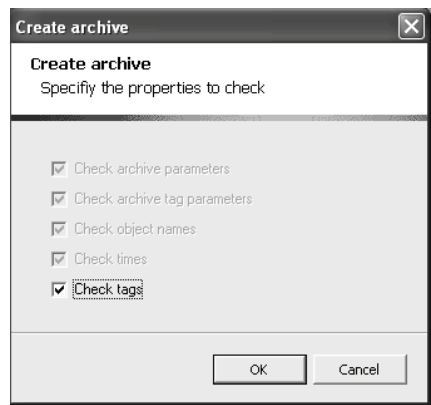

图 16-16 创建归档
10) 选择菜单命令“WinCC 归档”→“Create archive”，打开一个对话框以创建整个归档，如图 16-16 所示。单击“确定 (OK)”按钮，如果已经存在与要创建归档相同名称的归